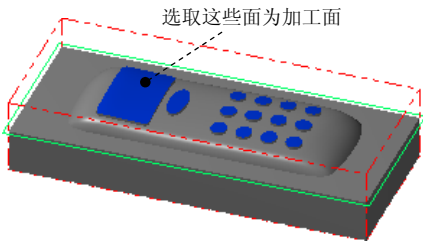
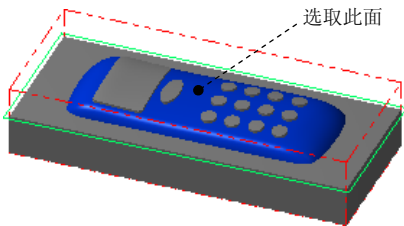

图 24.18 选取加工面
图 24.19 选取干涉面
Step2. 设置加工区域。在图形区中选取图 24.18 所示的曲面，然后按 Enter 键，系统弹出“刀具路径的曲面选取”对话框。然后单击干涉面区域中的按钮，选取图 24.19 所示的面为干涉面，然后按 Enter 键。单击按钮，系统弹出“曲面精加工平行铣削”对话框。